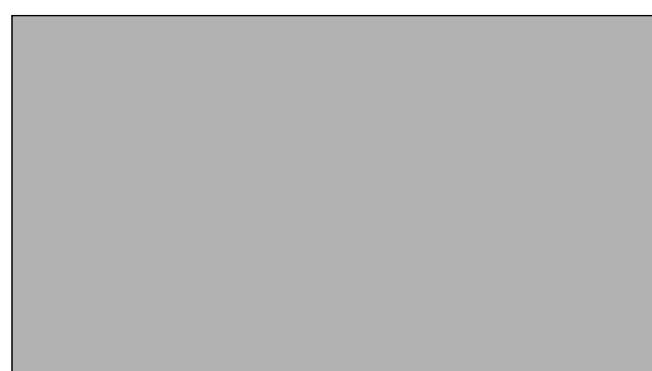

Рис. 7 Манометр для закрытых установок
- ▶ Осторожно откройте водопроводный кран и медленно заполните отопительную систему. При этом наблюдайте за показаниями манометра (\rightarrow рис. 7, стр. 9).